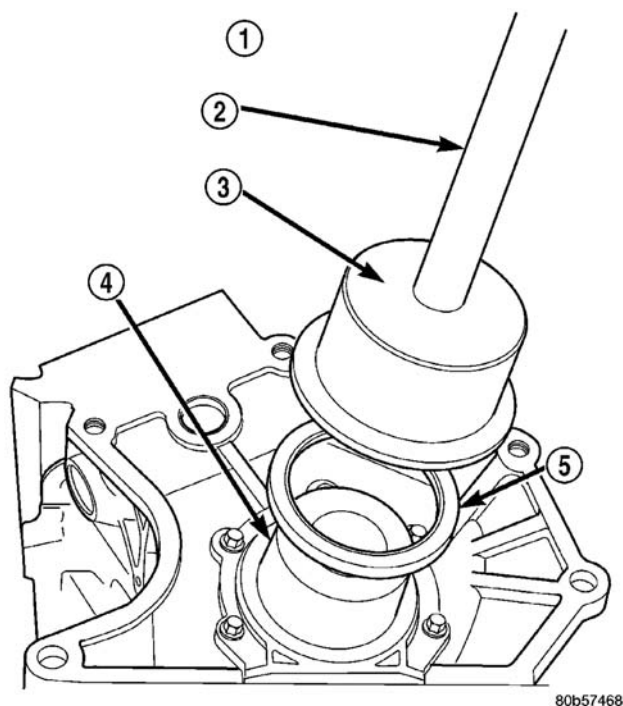

图 68 后曲轴密封-安装
(1) 将特种密封磁性引导工具 6926-1 放在曲轴上(图 68)。
(2) 将密封体放到专用工具 6926-1 导向装置上。用带 C-4171 手柄的专用工具 6926-2 安装器，将密封件推进定位器外壳(图 68)。
(3) 安装挠性板。(参见 9 发动机/发动机体/挠性板-安装)
(4) 安装变速桥。有关程序，参见变速桥和电动传动装置。